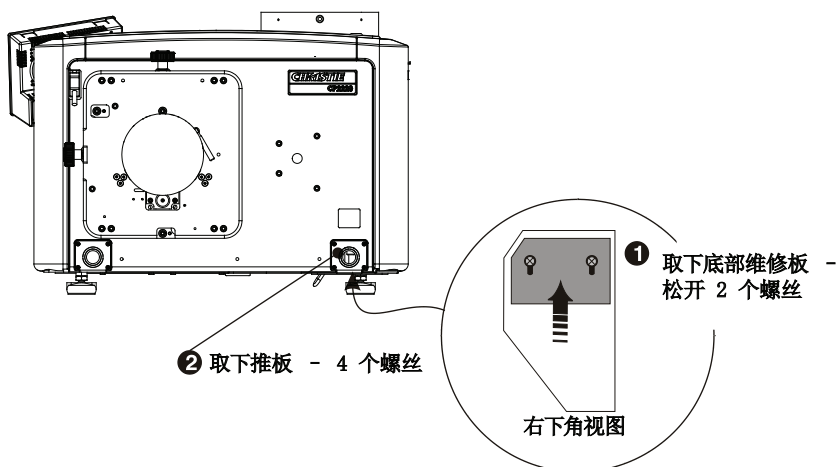

图 2-17
1. 一个小型电气维修板位于投影机面板的右上角。松开两个螺丝并向前滑动维修板即可露出其下的接线盒。请参阅图 2-17。
1. 一个小型电气维修板位于投影机面板的右上角。松开两个螺丝并向前滑动维修板即可露出其下的接线盒。图 2-17